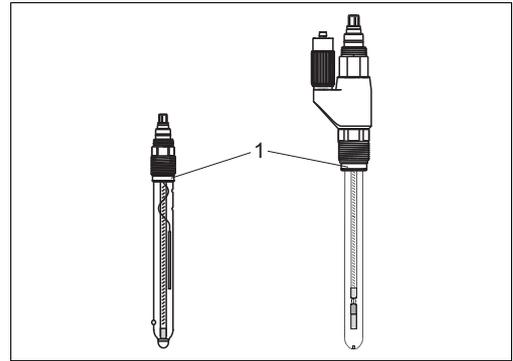

Abb. 20: Sensoreinbau
1. Entfernen Sie die Schutzkappe des Sensors. Achten Sie darauf, dass O-Ring (Abb. 20, Pos. 1) und Druckring (Pos. 2) vorhanden sind.